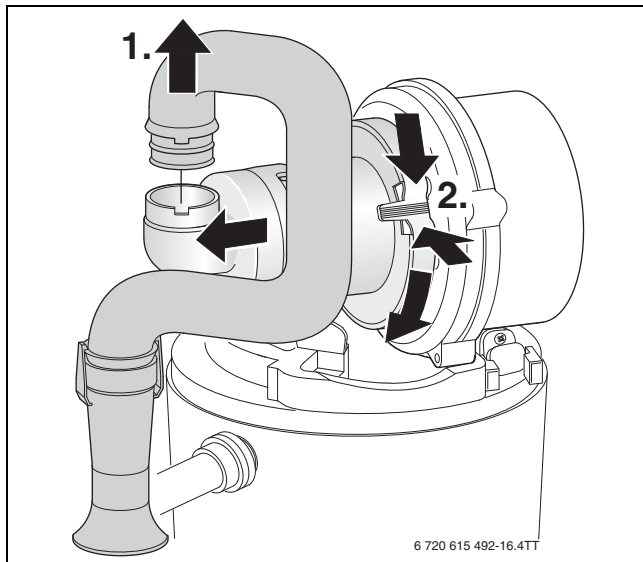

Bild 73
- ▶ Mischeinrichtung nach Bild 73 ausbauen.